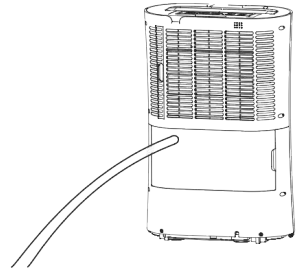

Abb. 5
4. Ziehen Sie den Ablaufschlauch (13) über den Wasserablaufstutzen (11) (Abb. 5).